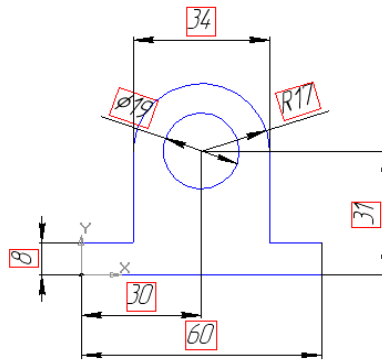

Рисунок 3.1 – Ескіз простого корпусу
Розглянемо побудову простого корпусу. В нашому випадку ширина корпусу однакова, то раціональніше буде операція видавлювання контуру на задану величину (рис. 3.1).
1. Створіть ескіз на площині **XY** згідно з рис. 3.1.